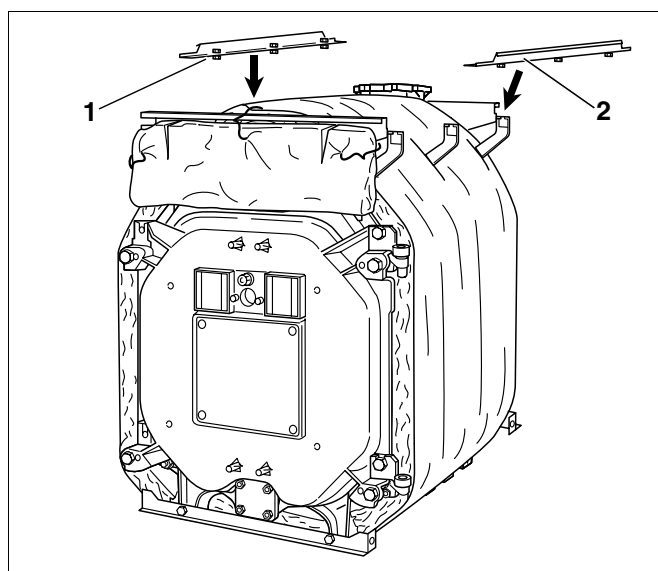

Рис. 45 Установка продольных планок
- Продольные планки (рис. 45, **поз. 1 и 2**) вместе с предварительно установленными на них болтами вставить в выемки консолей, как это уже описывалось выше, и затянуть болты.